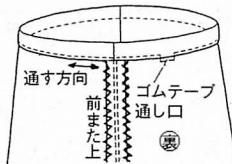

図1
[答え①] ぬいしろを「わる」場合は、通しやすさに影響なし（図1）。